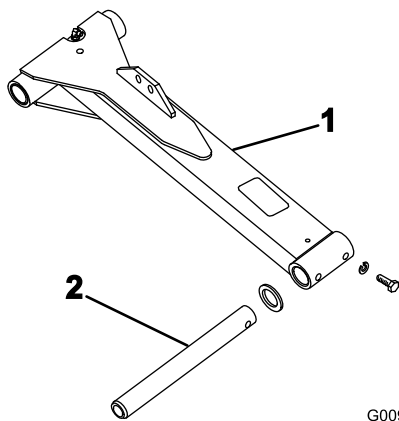

Figura 5
1. Insira uma haste de articulação no braço de elevação esquerdo e alinhe os furos de montagem (Figura 5).